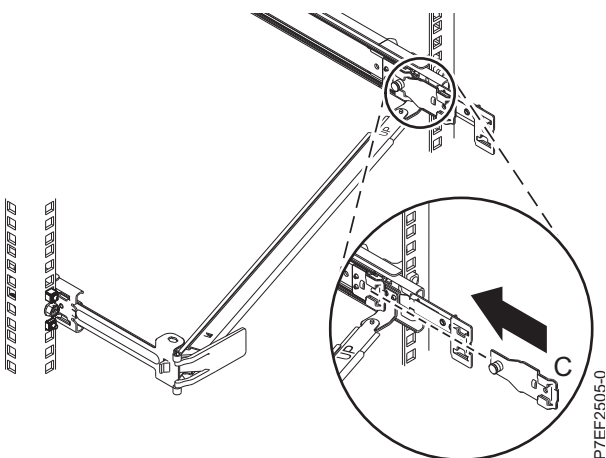

Figura 14. Instalando o Suporte de Montagem no Trilho Deslizante
6. Conecte o suporte interruptor de organização de cabos (**B**) ao slot na parte interna do trilho esquerdo deslizando o suporte interruptor (**B**) para o trilho deslizante até que o pino com molas se encaixe no lugar. Para obter detalhes, consulte Figura 14.